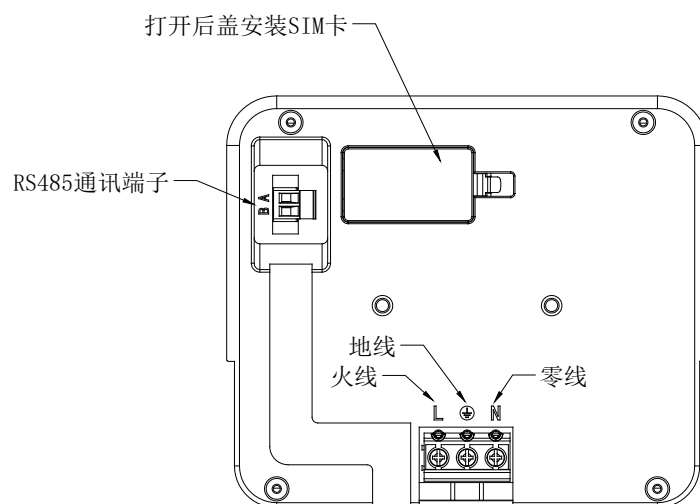

图 17
- (1) 设备背面接线端子定义如图 17 所示，若订购的设备配有 4G 功能，请在安装设备前打开设备背面的后盖，安装 SIM 卡。